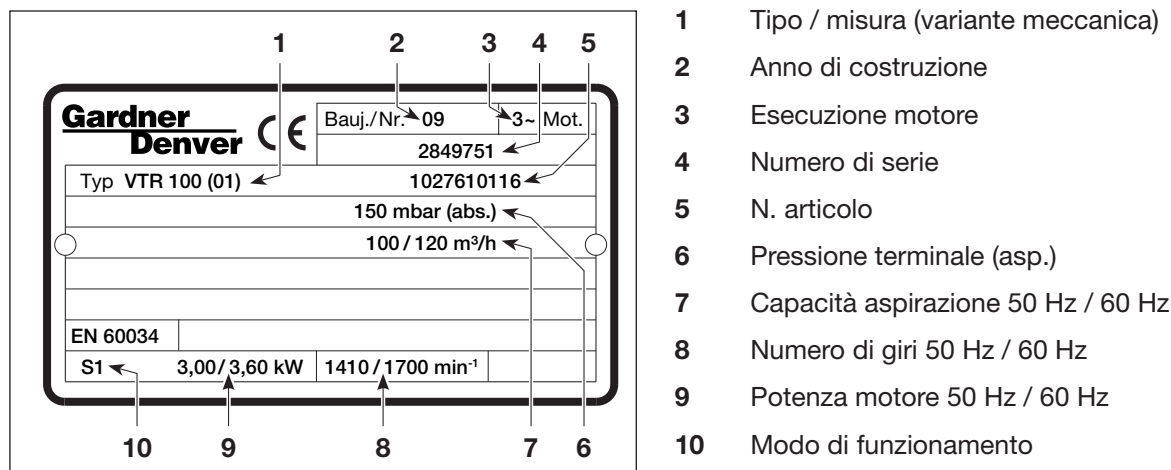

Fig. 3 Targhetta dati (esempio)
- a) I dati elettrici del motore sono indicati sulla targhetta dati (Fig. 3/N) o sulla targhetta dati motore (Fig. 3/P.). I motori sono conformi a DIN EN 60034 e sono eseguiti con classe di protezione IP 55 e classe isolamento F. Lo schema di collegamento è situato nella morsettiera del motore (non si applica nella versione con collegamento a spina). I dati del motore devono essere confrontati con quelli della rete di alimentazione usata (tipo corrente, tensione, frequenza di rete, amperaggio ammesso).